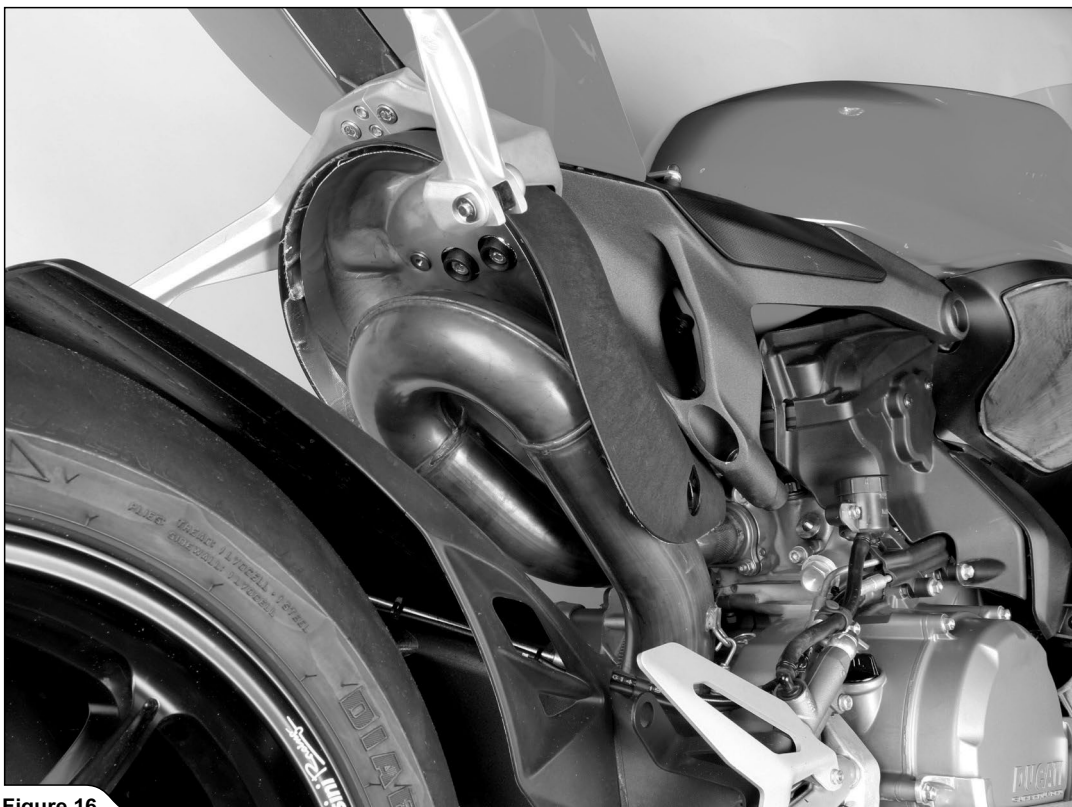

Figure 16
12. Déposer en partie et avec soin l'extrémité arrière du motorcycle comme indiqué et la fixer dans cette position (Figure 16).
12. Den Heckteile des Motorrad wie angegeben teilweise und mit Sorgfalt verschieben und in dieser Position befestigen (Figure 16).